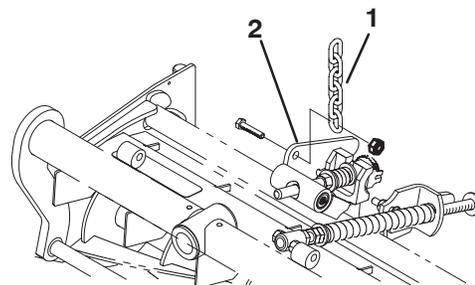

Bild 5
- Nehmen Sie die Mutter ab, mit der die Befestigungshalterung der Rasenkompensierungsfeder am Stabilisatorrohr des Mähwerks befestigt ist (Bild 5). Setzen Sie die Kippkette auf die Kopfschraube und befestigen Sie diese mit der entfernten Mutter.